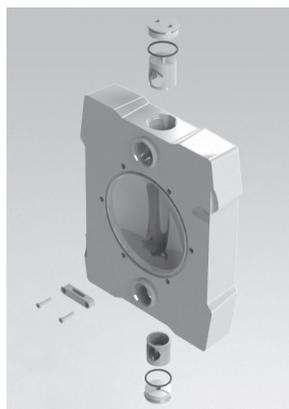
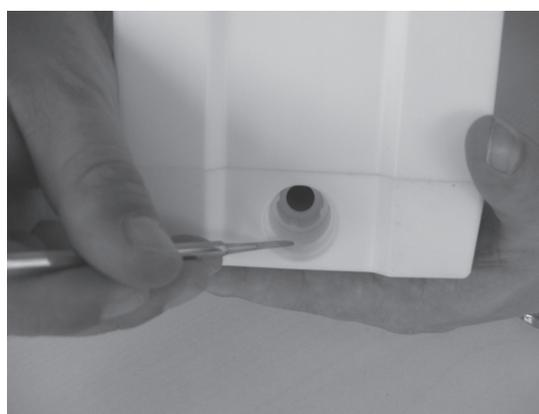

Figure 21
Figure 23
Placez la bille de la vanne (11) ou le clapet à cylindre (10) sur le siège de la vanne (12). Enfoncez jusqu'au fond le siège dans le corps latéral (02-03) côté sortie. Insérez l'entretoise (13) dans le corps latéral, le trou latéral en contact avec le trou du corps latéral (voir Figure 21).
Le petit rebord de l'entretoise (voir Figure 21) doit s'insérer dans le creux du corps latéral (voir Figure 23).